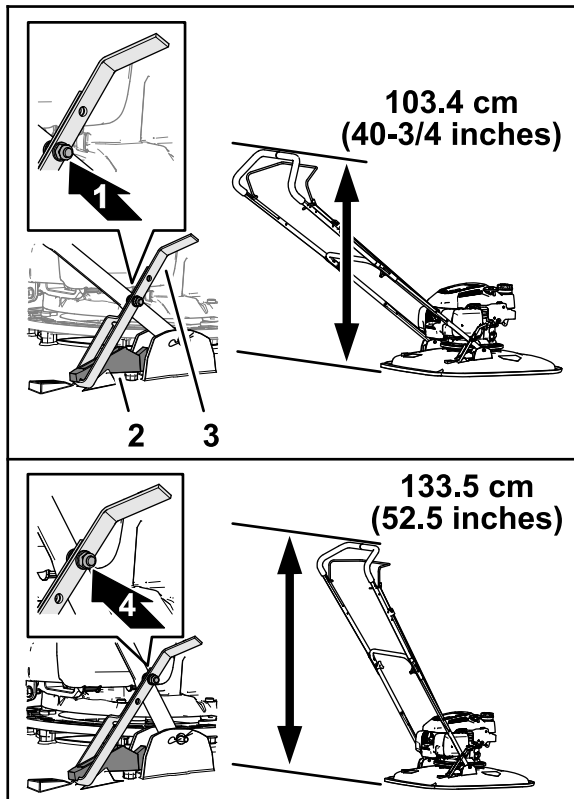

Figura 3
1. Determine la altura del manillar cuando la placa de ajuste esté fija en el tope de subida (Figura 3).